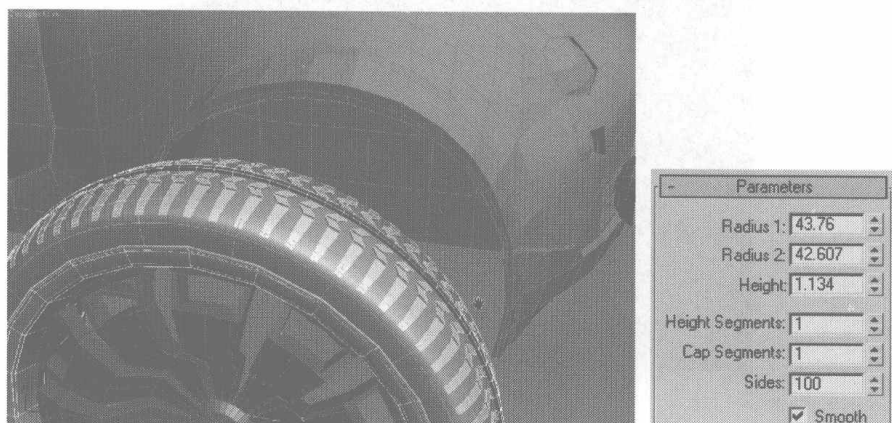

图 7.289
- 44 单击 , 进入创建面板, 单击 按钮, 选择 **Standard Primitives** 类型, 单击 **Tube** 按钮, 在 Front 正视图中创建一个管状体。在 控制面板下, 设置物体的参数值, 如图 7.289 所示。